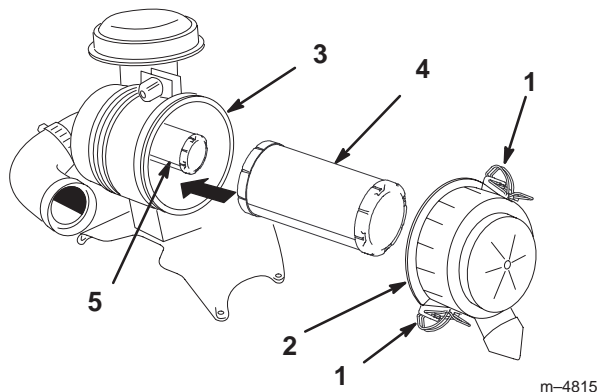

Figure 34
2. Ouvrez les dispositifs de verrouillage du filtre et ôtez le couvercle du corps du filtre (Fig. 34).
4. Sortez l'élément primaire du corps du filtre avec précaution (Fig. 34). Evitez de cogner l'élément à l'intérieur du corps. N'enlevez pas l'élément de sécurité, sauf si vous voulez le remplacer également.
2. Si vous remplacez l'élément de sécurité, insérez-le avec précaution dans le corps du filtre (Fig. 34).
3. Installez ensuite l'élément primaire sur l'élément de sécurité avec les mêmes précautions (Fig. 34). Assurez-vous qu'il est bien engagé en appuyant sur le rebord extérieur de l'élément que vous installez.
4. Reposez le couvercle, le côté portant l'inscription **UP** étant tourné vers le haut, et fermez les dispositifs de verrouillage (Fig. 34).